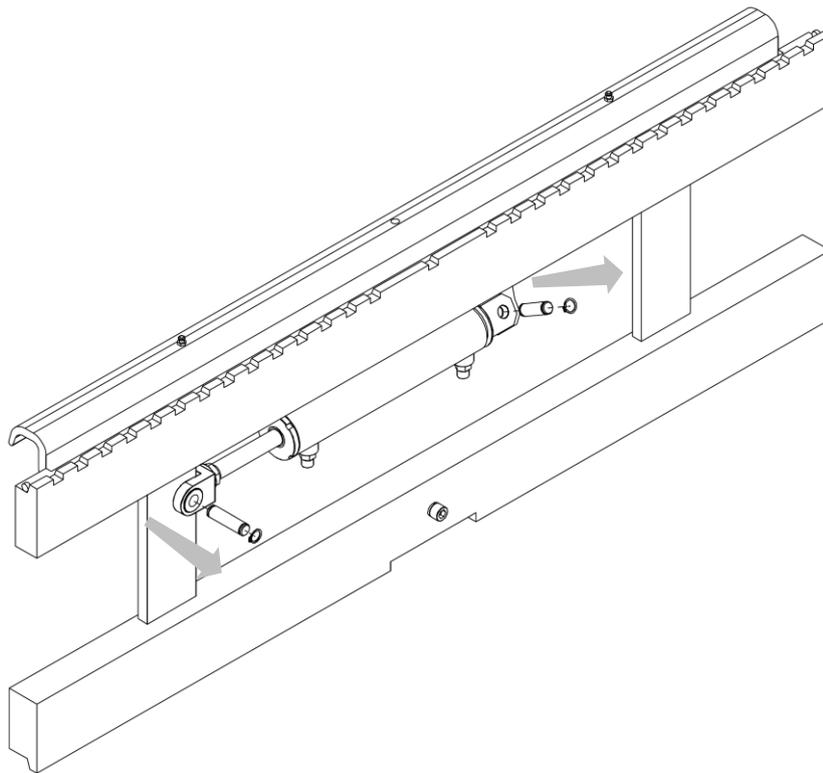

Figure 23
2. Retirer les goupilles (avec leurs circlips) et extraire le vérin de son siège (voir *Figure 23*).